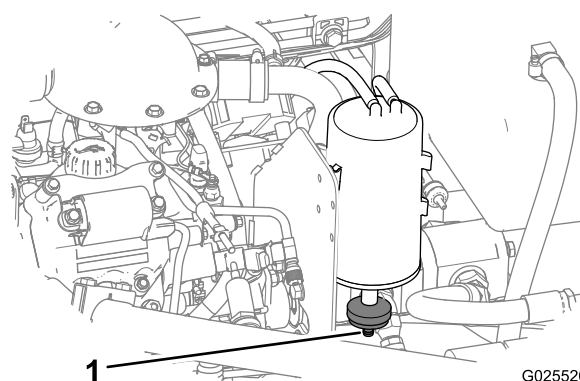

Figura 58
1. Localice el filtro de aire en la parte inferior del cartucho de carbón (Figura 58).